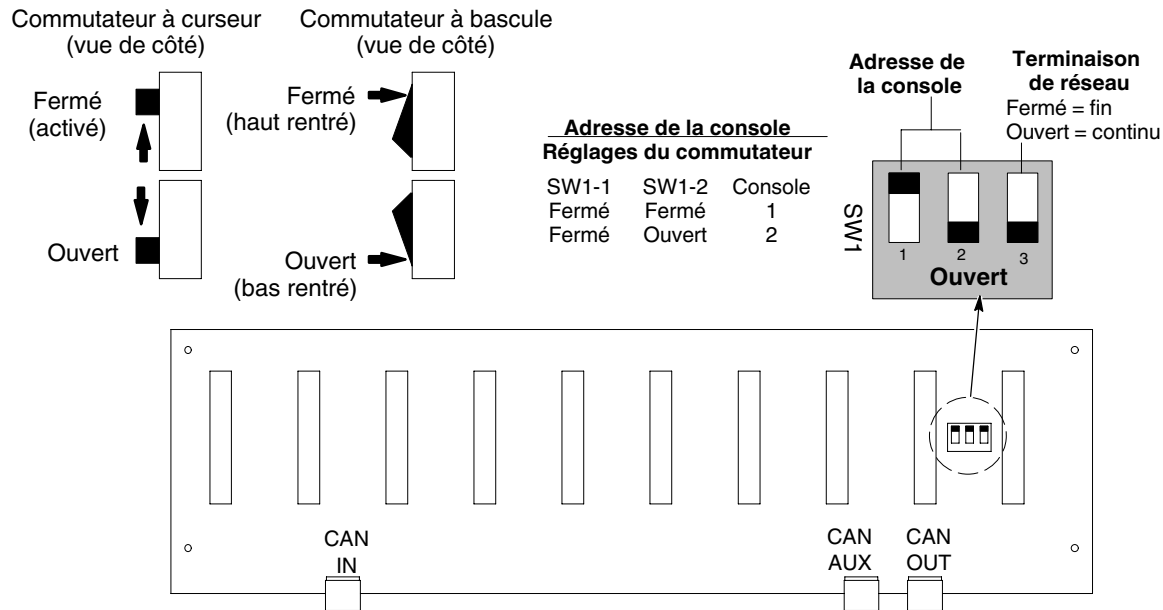

Figure 3-2 Branchements du réseau CAN, adresses de la console et terminaison
Voir la figure 3-2.
**Adresse de la console (SW4-3, 4) :** Régler les commutateurs 3 et 4 de l'adresse de la console, laquelle est identique à l'adresse réglée sur le commutateur DIP de la carte fond de panier illustré dans la figure 3-2.